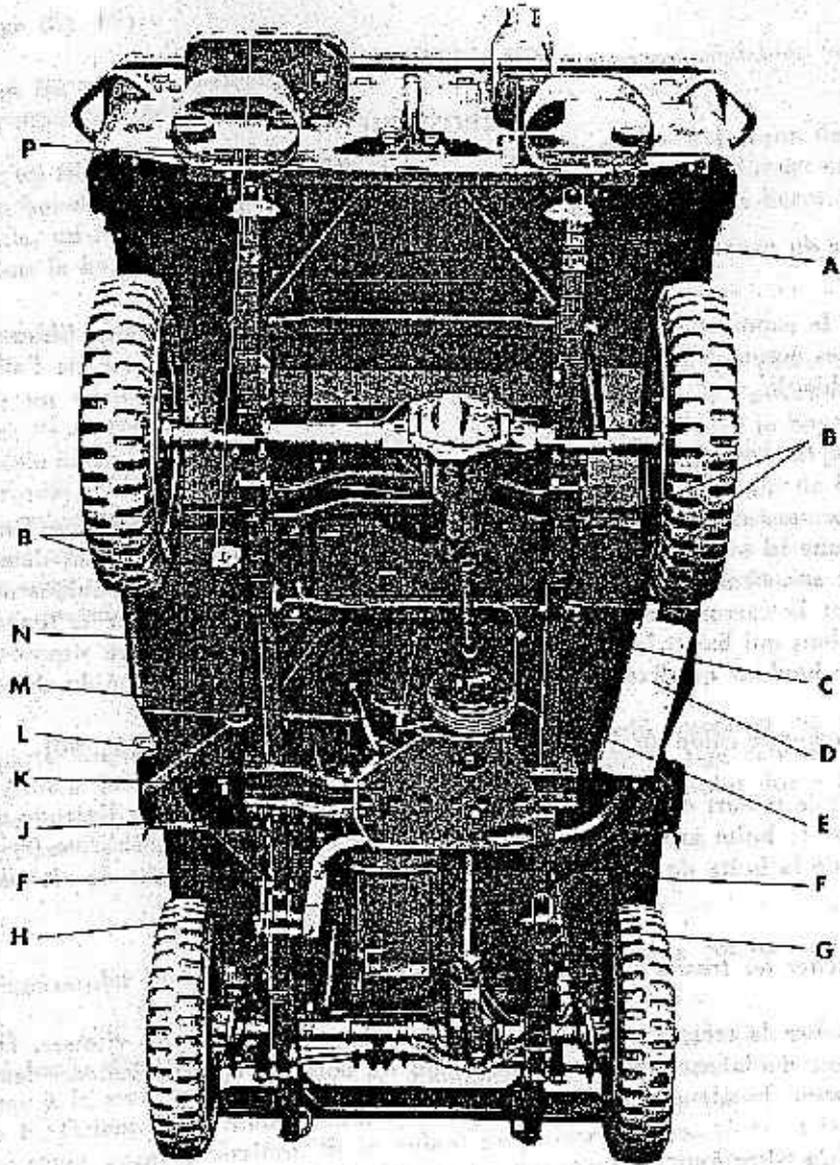

FIGURE 90. — Vue du dessous du véhicule.
B. — *Enlever les boulons de carrosserie du châssis (fig. 90).*
C. — *Débrancher le câble du frein à main et du compteur de vitesse (fig. 90).*
D. — *Débrancher les tresses de masse et le silencieux (fig. 90).*
B. — *Placer les boulons de carrosserie (fig. 90).*
C. — *Brancher les câbles du frein à main et du compteur de vitesse (fig. 90).*
D. — *Replacer le silencieux et les tresses de masse (fig. 90).*
D. — Enlever le tuyau d'échappement et la plaque protectrice de la boîte de vitesses (fig. 90).